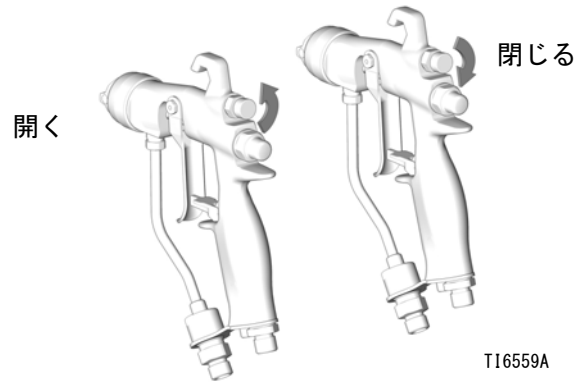

図 .13
4. ノブを時計回りに完全に回してパターン調節エアを停止させます 図図 .13 を参照のこと。これによりパターン幅が最大に設定されます。
パターンを狭くするには、パターン調節バルブを反時計回りに回します 図図 .13 を参照のこと。パターンが十分狭くならない場合には、ガンへのエア圧を若干上昇させるか、またはチップのサイズを変更して下さい。(RAC チップガンには利用できません)